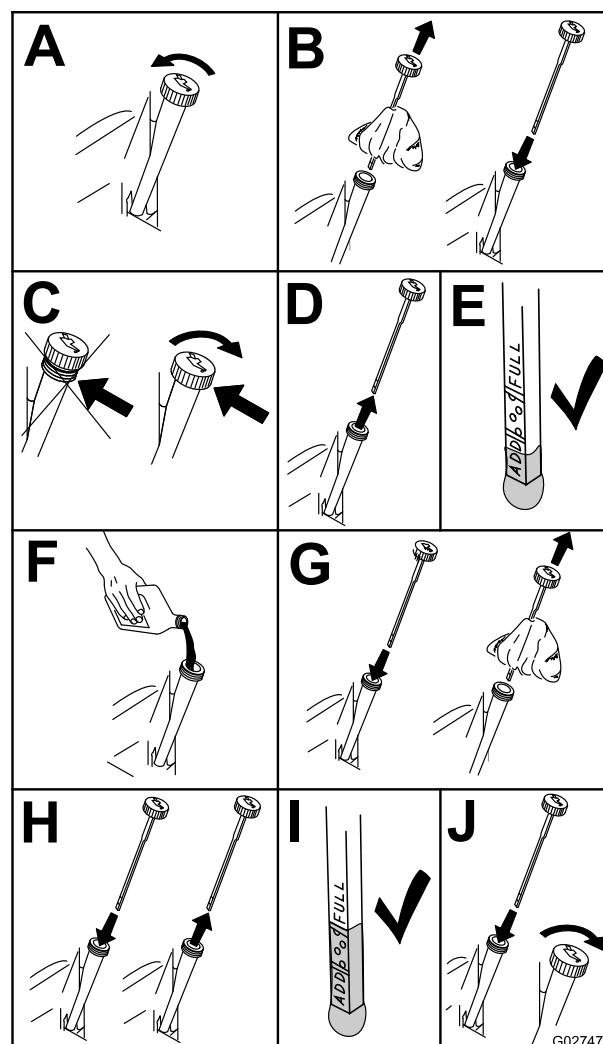

Figure 45
4. Avant de quitter la position d'utilisation, coupez le moteur, enlevez la clé de contact et attendez l'arrêt de toutes les pièces mobiles (Figure 45).